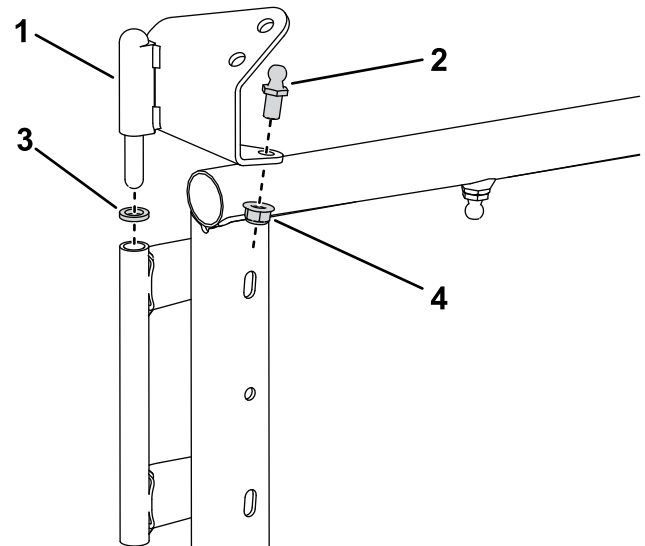

Figura 4
3. Instale un espárrago en la bisagra superior izquierda, tal y como se muestra en la Figura 4; apriete a entre 10 y 12 N·m.
4. Instale la bisagra superior izquierda y un espaciador en la parte superior del pivote, tal y como se muestra en la Figura 4.